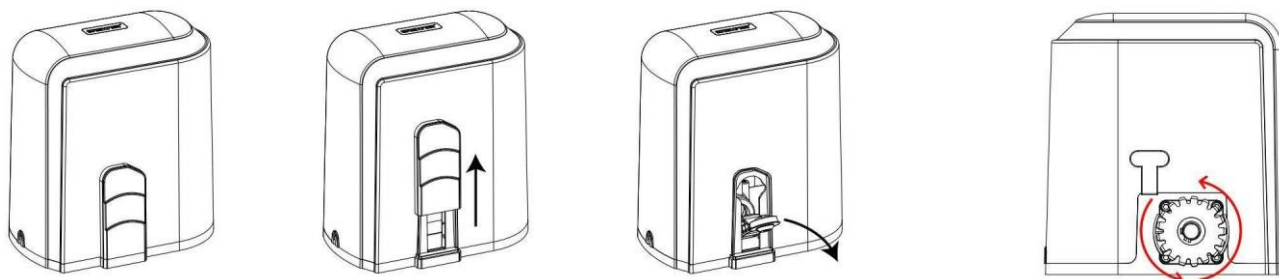

Figure 6
- Insérez la clé et ouvrez la barre de débloqué manuel pour permettre au moteur de passer en mode manuel et vérifiez que l'engrenage de sortie du moteur tourne librement à la main (figure 6).